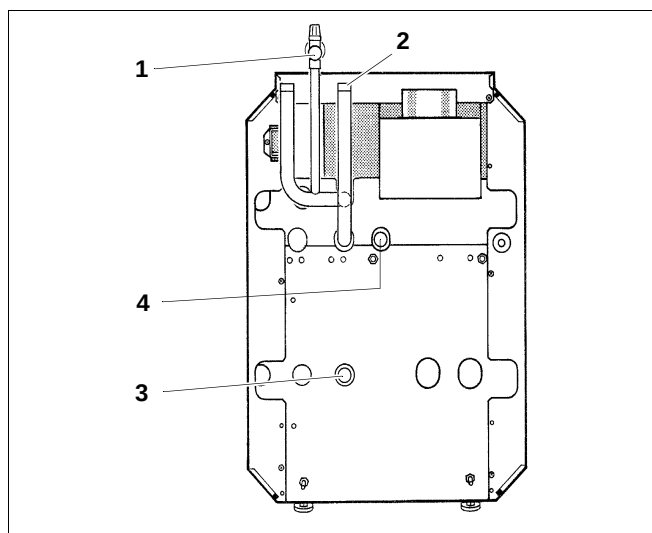

Fig. 10 Raccordements côté chauffage Logano G124 V
- Dévisser le manomètre de la soupape de sécurité, (fig. 10, **pos. 1**) monter la soupape de sécurité et revisser le manomètre sur la soupape.
Pour un bon fonctionnement de la chaudière, chaque raccordement doit s'effectuer uniquement au point de raccordement prévu à cet effet (fig. 10). Tous les raccordements à la chaudière doivent être réalisés sans mise sous tension.
Quand il n'y a pas de boiler raccordé, fermer le départ (fig. 10, **pos. 4**) et le retour boiler (fig. 10, **pos. 3**) par un boucon.
Légende pour fig. 10